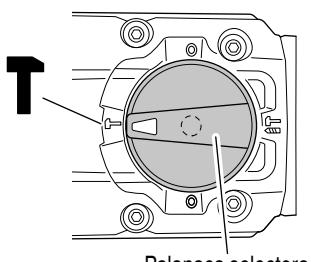

Fig. 13
(1) Cambio a “martilleo”
- (b) Alinee las marcas ▲ de la palanca selectora y T de la tapa de la manivela como se ilustra en la Fig. 13.